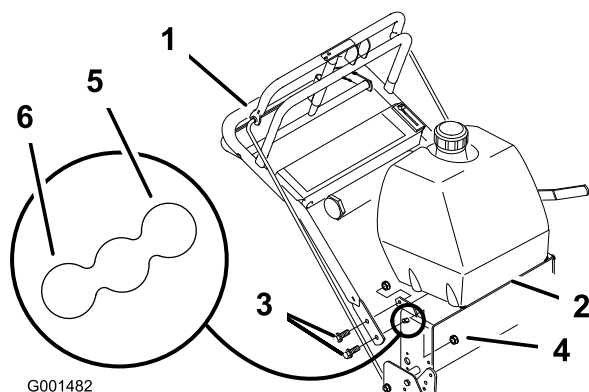

Figure 21
2. Desserrez les boulons à embase supérieurs () et l'écrou à embase de fixation du guidon au bâti arrière (Figure 21).
3. Retirez les boulons à embase inférieurs ((3/8 x 1 pouce)) et les écrous à embase de fixation du guidon au bâti arrière (Figure 21)